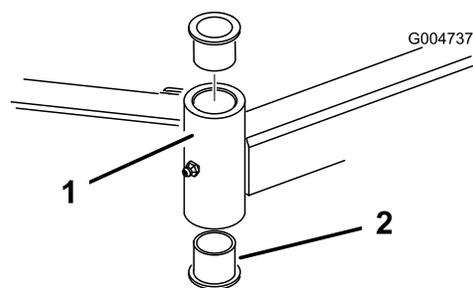

Figura 84
- Inserite un punteruolo nella parte superiore o inferiore del tubo di fissaggio, e spingete la boccia fuori del tubo (Figura 84).